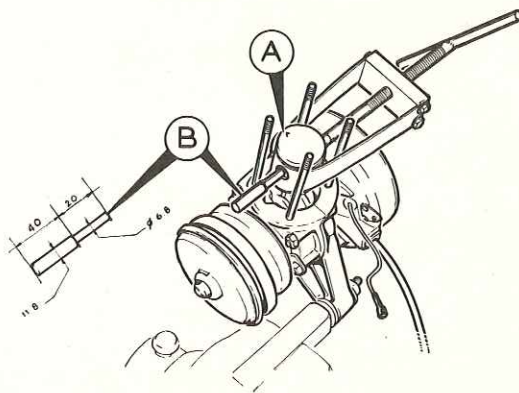

fig. 30
— Avant d'engager l'outil 0.12 s'assurer que l'extrémité de l'axe du piston déjà monté partiellement sur le piston est bien engagé dans la cage à aiguilles. Pour cela nous conseillons de faire le centrage piston, cage à aiguilles et axe de piston à l'aide d'un guide étagé (B) conforme au croquis ci-contre (fig. 30). Quand l'axe est entré au 3/4, retirer le guide et mettre en place le circlips, pousser l'axe jusqu'à ce qu'il bute, retirer l'outil 0.12 et mettre le deuxième circlips (pince 0,4) et s'assurer qu'ils sont bien dans les gorges.